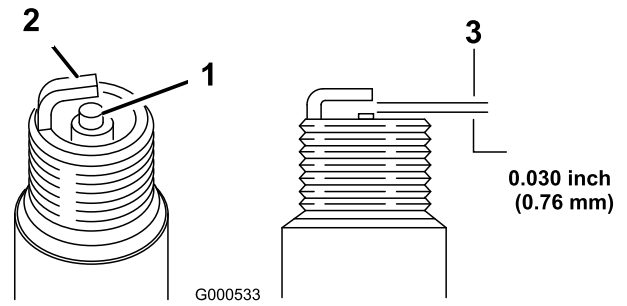

Figure 31
5. Réglez l'écartement des électrodes à 0,76 mm (Figure 31).